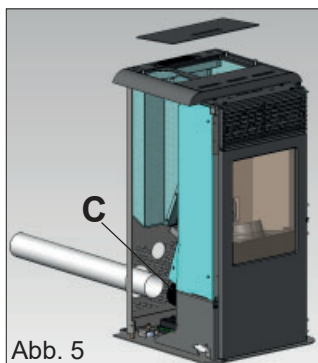

Abb. 5
- Die Schraube oberhalb des Oberteils entfernen (siehe Abb. 5).
Das (nicht im Lieferumfang enthaltene) Rauchabzugsrohr hinten am Stutzen der Rauchschncke anschließen (C - Abb. 5), dazu die im Lieferumfang enthaltene Montageschelle verwenden.
Auf diese Weise braucht das (nicht im Lieferumfang enthaltene) Rauchabzugsrohr einfach durch die Öffnung unten an der Rückwand aus Blech verlegt zu werden (Abb. 5).